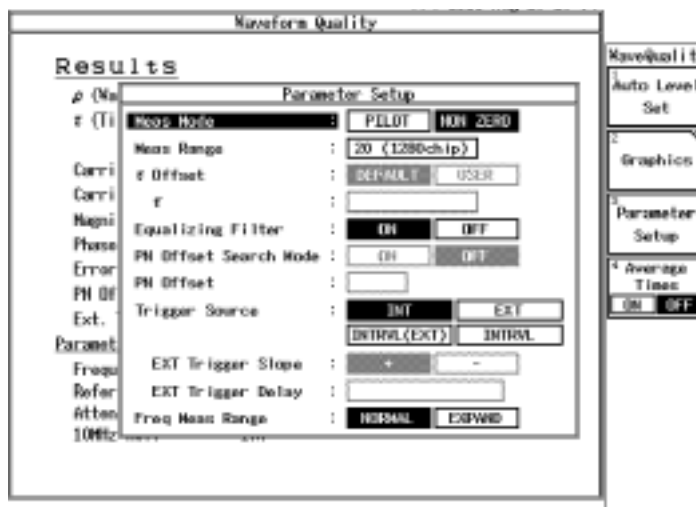

図 6-9 測定パラメータ表示 (Forward Link)
2. R3267 シリーズを CF:30.3072MHz、RF 入力、Forward Link に設定し、パラメータを図 6-9 のように設定し、*DC CAL*、*AUTO LEVEL* を実行します。